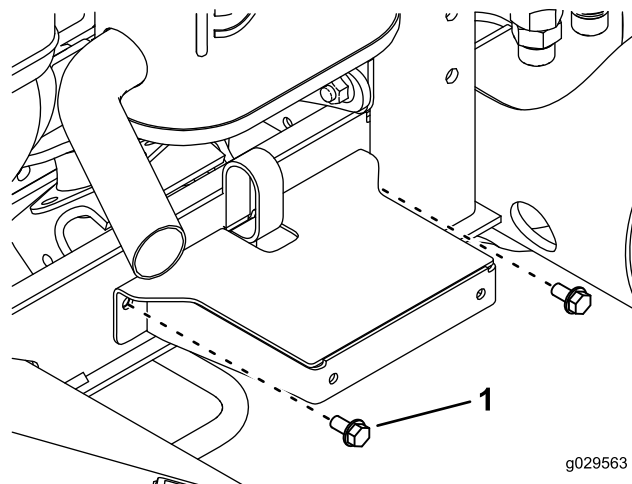

Figura 21
12. Servendovi dei fori appena praticati assicurate il supporto del parafango al telaio con 2 viti autofilettanti (5/16" x 5/8"), come illustrato nella Figura 21.